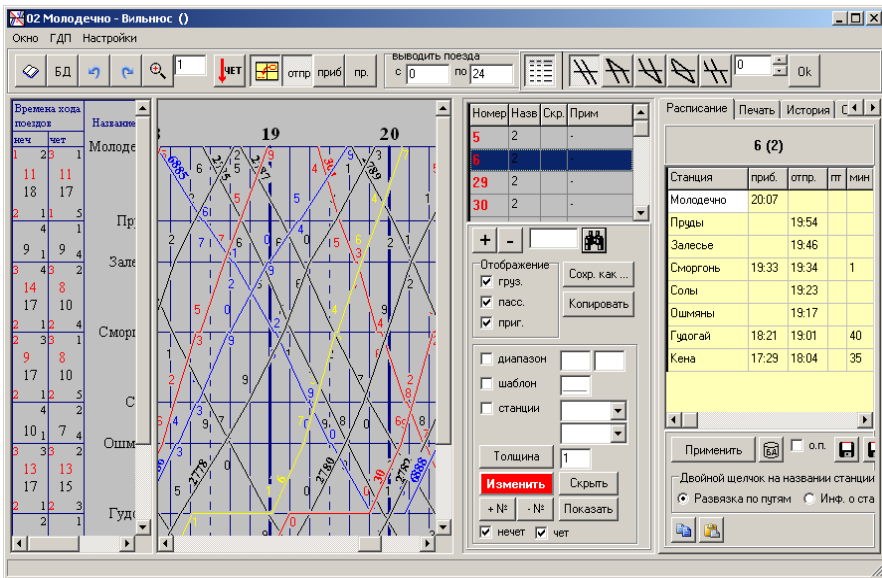

Рисунок 4.58 – Окно редактирования ГДП участка в АС «Графист»
- открыть ГДП в окне редактирования (рисунок 4.58);